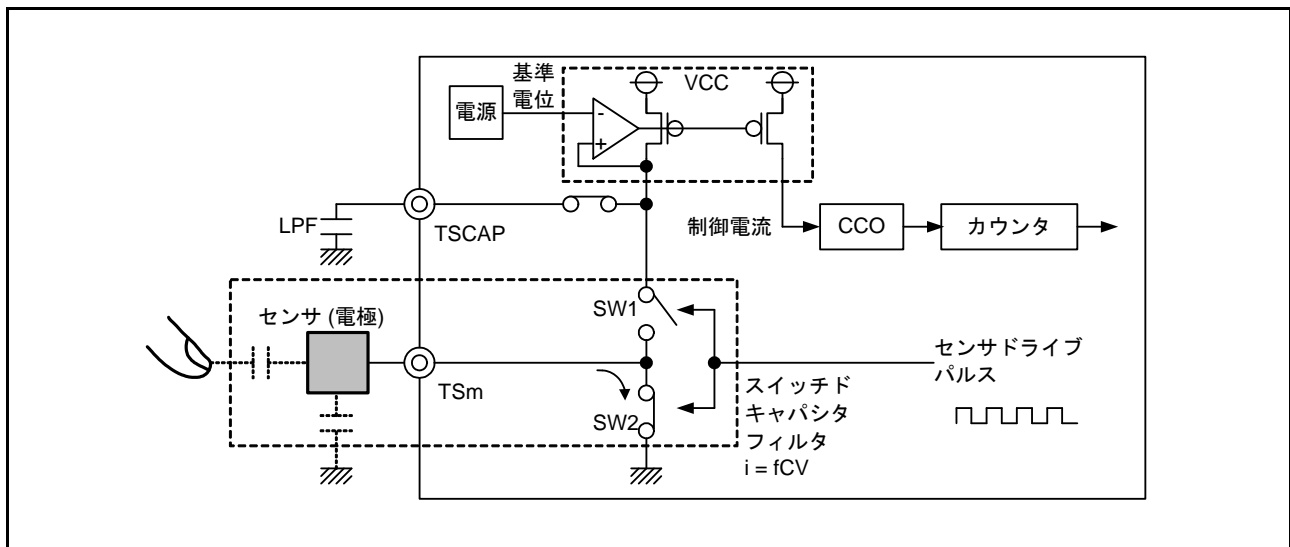

図 32.9 放電動作 (m = 0 ~ 35)
- (2) SW1 : OFF、SW2 : ON にすることで、充電された容量は放電されます (図 32.9)。